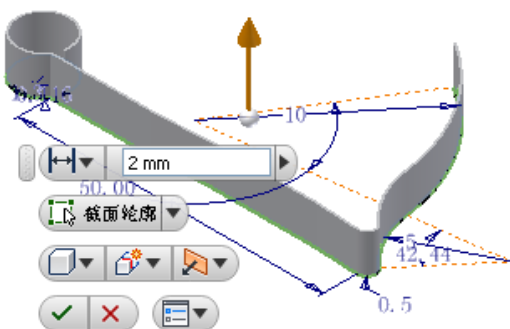

图 4-86 弹簧拉伸示意图
(2) 单击【草图】标签中的【完成草图】工具按钮，退出草图环境；单击【三维模型】标签栏【创建】面板上的【拉伸】工具按钮，打开【拉伸】对话框，选择绘制的草图图形作为拉伸截面轮廓，设置终止方式为【距离】，拉伸深度为 2mm，如图 4-86 所示的拉伸示意图所示。
(3) 单击【确定】按钮完成弹簧零件的拉伸。